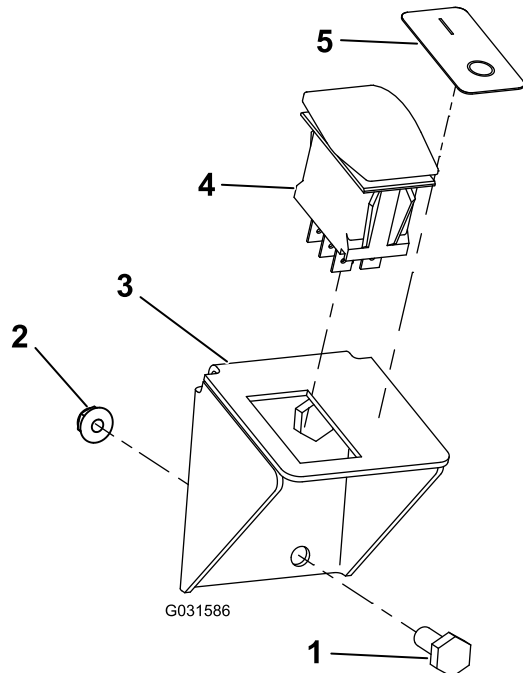
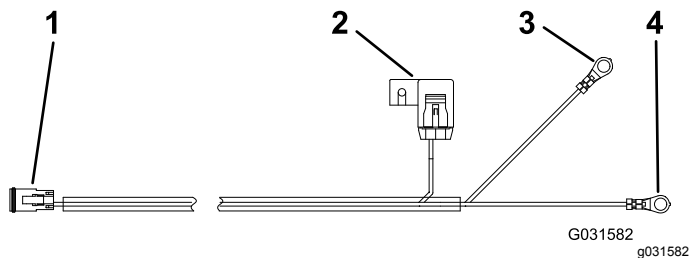

Figura 9
Figura 11
- B. Montate la staffa dell'interruttore sul cruscotto utilizzando 2 bulloni e 2 dadi flangiati (Figura 9).
4. Collegate il cablaggio dell'interruttore all'interruttore stesso (Figura 9 e Figura 11).
5. Attaccate l'adesivo vicino all'interruttore (Figura 9).
Per alimentare il kit direttamente dalla batteria, utilizzate il cablaggio della batteria (Figura 11).